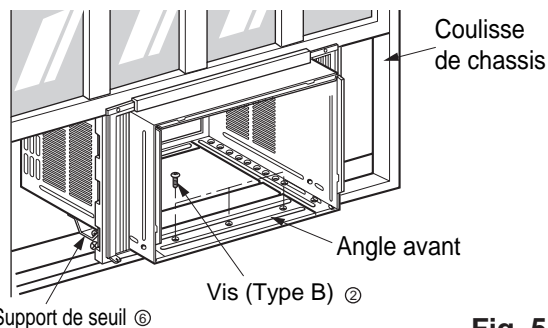

Fig. 5
6. Installez le boîtier avec une inclinaison d'environ 1/2" (1,27 cm) vers l'extérieur (Voyez la fig. 5). Réglez l'écrou et le boulon des supports de seuil ⑥ de manière à équilibrer le boîtier.
7. Fixez le boîtier au rebord de fenêtre à l'aide de vis de type B ② (16 mm [5/8"] de long) passant à travers de l'angle avant du boîtier et se logeant dans le rebord de fenêtre.
8. Tirez chaque volet d'étanchéité ⑤ entièrement contre chaque coulisse de châssis et répétez l'étape 2. (Fig. 5)